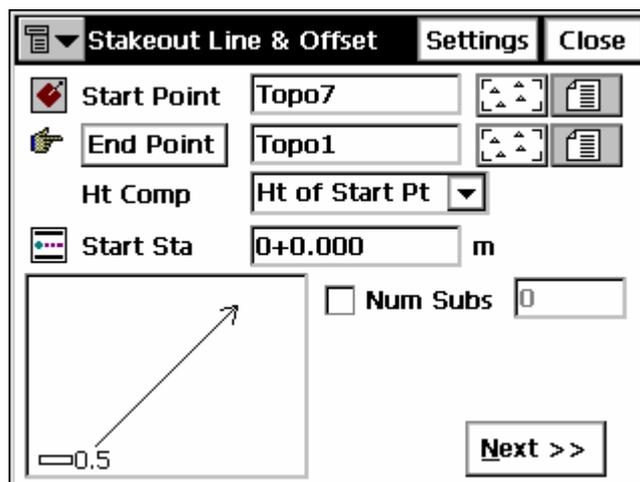

Рисунок 7-17. Вынос в натуру смещенного профиля
2. В окне **Stakeout Line & Offset (Разбивка смещенного профиля)** задайте направление профиля, способ вычисления высот пикетов (высоты пикетов либо будут равны высоте начального пикета, либо будут вычислены методом линейной интерполяции исходя из высот начального и конечного пикетов), число интервалов в профиле (если задан конечный пикет), а также начальную станцию профиля. Нажмите **Next (Далее)** (рис. 7-17).
3. В окне **Station & Offset (Пикет и смещения)** задайте станцию вдоль разбиваемого профиля, шаг пикетажа, смещение пикта влево или вправо относительно профиля, превышение (Выше/Ниже), тип антенны, высоту и способ ее измерения (если Вы работаете с GPS+ приемником) или высоту вешки (цели), если Вы работаете с тахеометром. Если Вы выбрали число интервалов, шаг пикетажа вычисляется автоматически, после чего он уже не может быть изменен (рис. 7-17).